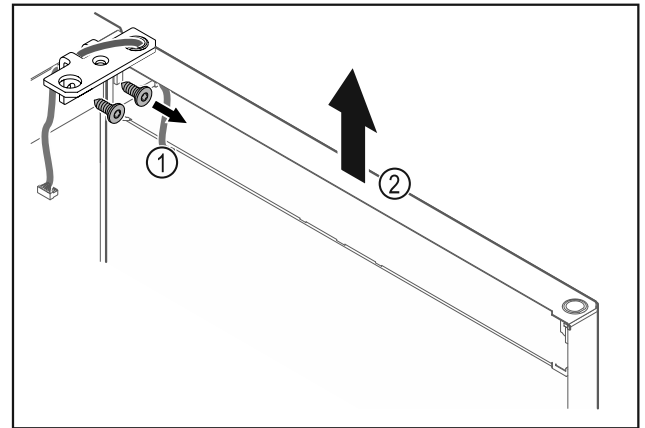

Fig. 26
- ▶ Irrota saranakulma Fig. 26 [1].
- ▶ Nosta ovea saranakulmineen Fig. 26 [2] noin 200 mm suoraan ylöspäin ja ota pois.